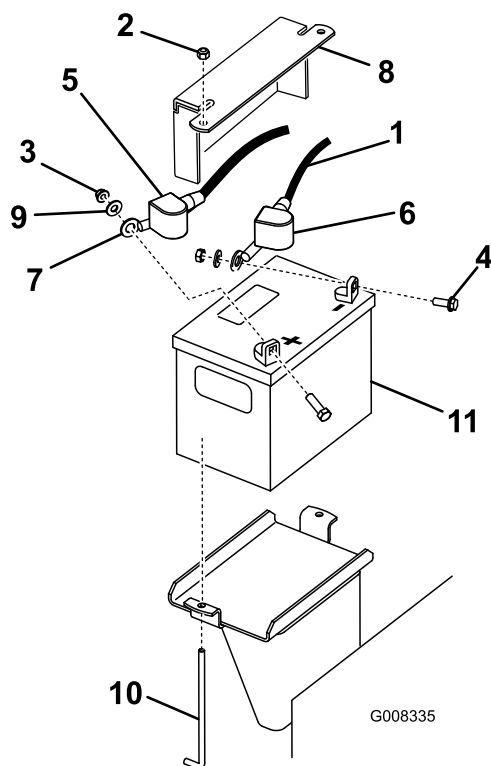

Figura 37
3. Levante la cubierta de goma negra del cable negativo. Desconecte el cable negativo del borne negativo (-) de la batería (Figura 37).
4. Retire el protector de borne rojo del borne positivo (+) de la batería y, a continuación, retire el cable positivo (rojo) (Figura 37).
5. Retire la pletina de sujeción, los pernos en J y las contratueras que sujetan la batería (Figura 37) y retire esta última.
1. Usando las fijaciones que retiró anteriormente, conecte el cable positivo (rojo) al borne positivo (+) de la batería (Figura 37).
3. Usando las fijaciones que retiró anteriormente, conecte el cable negativo (negro) al borne negativo (-) de la batería (Figura 37).
4. Sujete la batería con la barra y las tuercas de orejeta (Figura 37).